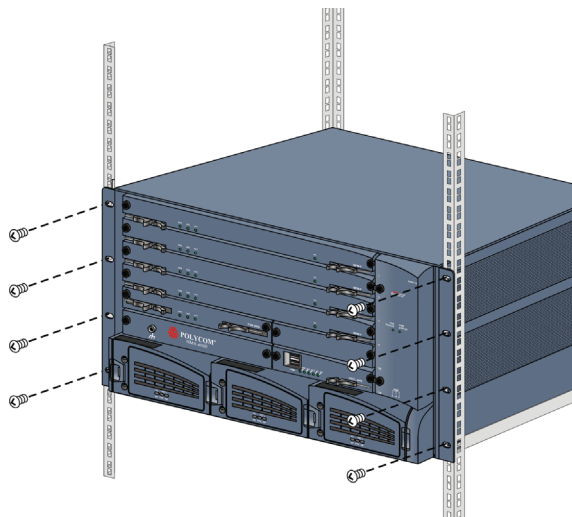

図 1-3 RMX 4000 ラックマウント
- 3 図 1-3 に示すように、8 本のネジを RMX 正面のネジ穴に通して、RMX をラックに固定します。
- 4 図 1-3 に示すように、8 本のネジを RMX 正面のネジ穴に通して、RMX をラックに固定します。